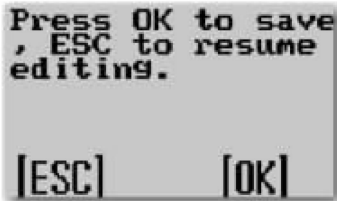

图 1-9 提示信息
10) 按“OK”键，保存对参数的修改，此时会弹出一条信息询问是否保存对参数的修改，按“OK”键保存修改。提示信息如图 1-9 所示。